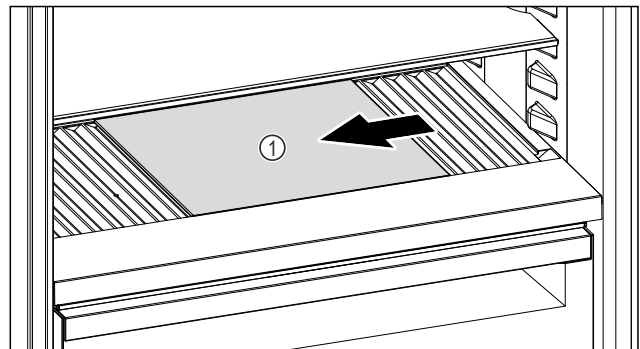

Fig. 252
- Glasplatte Fig. 252 (1) nach links, in die Mitte oder nach rechts verschieben.